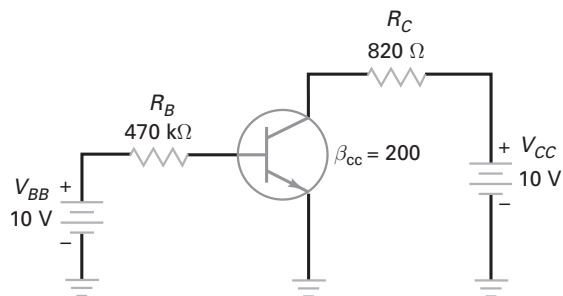

Figura 6-33
- 6-5**  **MultiSim** Qual é o valor da corrente da base na Figura 6-33?
- 6-6**  **MultiSim** Se o ganho de corrente diminuir de 200 para 100 na Figura 6-33, qual será o valor da corrente na base?
- 6-7** Se o resistor de $470\text{ k}\Omega$ da Figura 6-33 tiver uma tolerância de $\pm 5\%$, qual será a corrente máxima na base?
- 6-8** **MultiSim** Um circuito com transistor similar ao da Figura 6-33 tem uma fonte de tensão do coletor de 20 V , uma resistência do coletor de $1,5\text{ k}\Omega$ e uma corrente do coletor de 6 mA . Qual é a tensão coletor-emissor?
- 6-10** Quais são os valores da tensão coletor-emissor e da potência dissipada na Figura 6-33? (Dê as respostas para um transistor ideal e para a segunda aproximação.)
- 6-35**  **MultiSim** Na Figura 6-33, a tensão coletor-emissor aumenta, diminui ou permanece a mesma para cada um dos seguintes defeitos?
- 6-39** Na Figura 6-33, qual é o valor do resistor da base necessário para que $V_{EC} = 6,7 \text{ V}$?
- 6-41** Suponha que um LED seja conectado em série com o resistor de 820Ω na Figura 6-33. Qual é a corrente no LED?